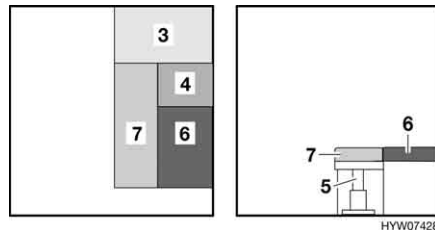

Bild 121 Nach dem Umbau
- Das Sitzpolster der Längsbank (Bild 121,6) wieder an seinen Platz legen.